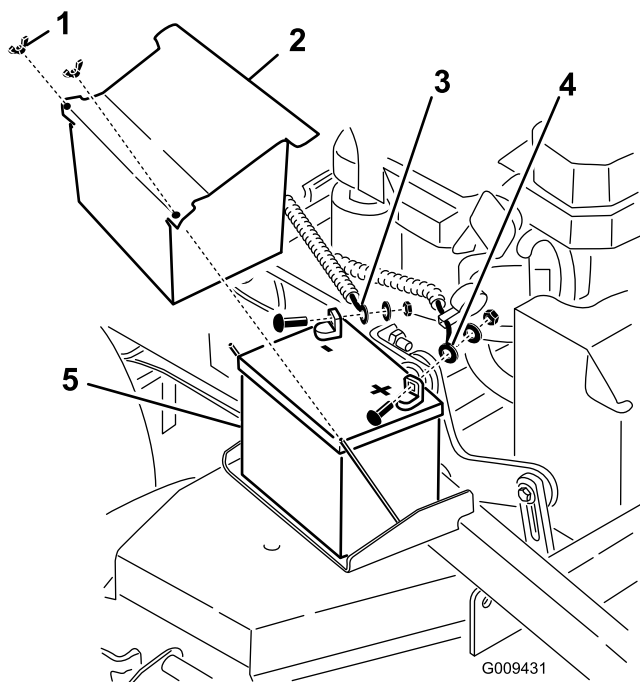

図 52
4. バッテリーのマイナス（-）端子からマイナスバッテリーケーブルを外す（図 52）。
6. 赤いプラス（+）ケーブルを取り外す（図 52）。
7. バッテリー押さえプレートを外し（図 52）、バッテリーを取り出す。
1. バッテリーを車体に載せる（図 52）。
3. プラスケーブル（赤）を、バッテリーのプラス（+）端子にはめ、ボルト、ワッシャにナットを締め付けて固定する（図 52）。
5. マイナスケーブルとアース線を、バッテリーのマイナス（-）端子にはめ、ボルト、ワッシャにナットを締め付けて固定する（図 52）。